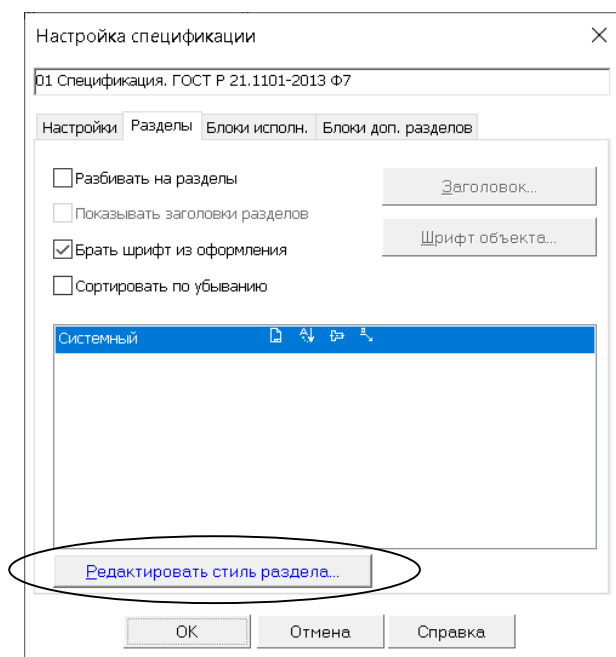
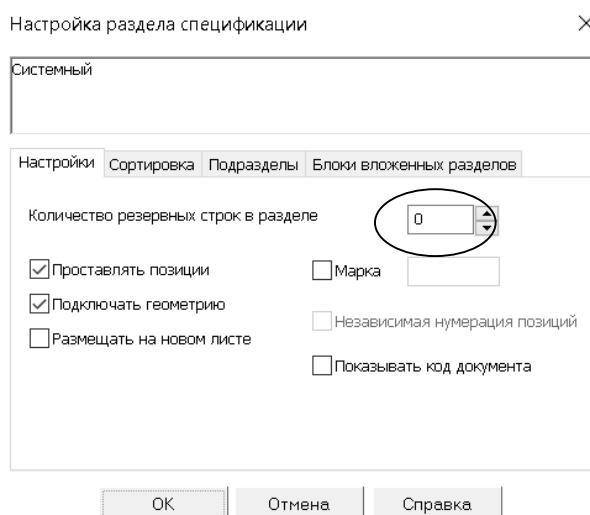

Рисунок 25. – Окно Настройка спецификации
Рисунок 26. – Окно Настройка раздела спецификации
2. На экране появится окно **Настройка спецификации**. В этом окне перейдите на вкладку **Разделы** и отредактируйте стиль нужных разделов спецификации (документация, детали, стандартные изделия) (рисунок 25). Например, выбираем раздел **Документация** и команду **Редактировать стиль раздела**. В появившемся окне **Настройка раздела спецификации** устанавливаем: **Количество резервных строк в разделе** – 0 (рисунок 26).